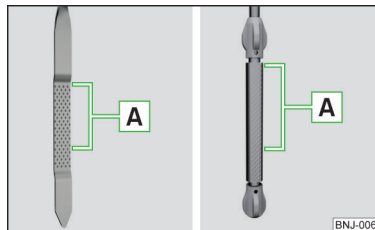

Abb. 265
Der Ölstand muss im Bereich **A** liegen » Abb. 265. Liegt der Ölstand unterhalb des Bereichs **A**, das Öl nachfüllen.
- Der Ölstand darf keinesfalls außerhalb des Bereichs **A** liegen » Abb. 265 - anderenfalls besteht die Gefahr der Beschädigung des Motors sowie der Abgasanlage.